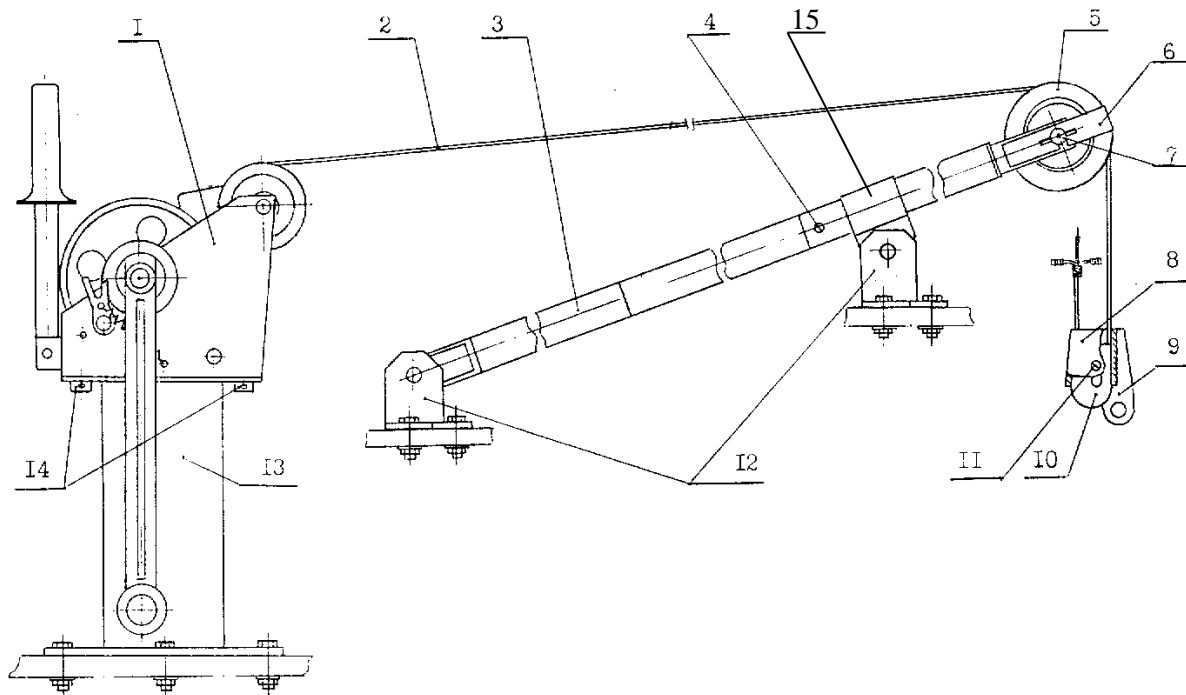

Рис. 5.1
5.1 Лебёдка (рисунок 5.1) состоит из вьюшки 1, двух стоек 13 и стрелы 3. Стойки являются неподвижной основой вьюшки и крепятся к ней болтами 14. На барабан вьюшки намотан стальной канат 2 с токопроводящей жилой, свободный конец которого переброшен через вращающийся ролик 5 стрелы. На конце каната закреплен карабин 8, к серьге 9 которого подвешиваются гидрологические приборы. Стрела устанавливается по месту с помощью двух опор 12 и обоймы 15.
5.5 Стрела лебедки (см. рисунок 5.1) выполнена разборной и состоит из двух секций, соединяемых между собой винтами с конусообразной головкой 4, входящих в комплект стрелы. Для предохранения от самопроизвольного сбрасывания каната с ролика стрелы имеется откидывающаяся скоба 6. Ее положение фиксируется барашком 7.
8.2. Подвесить на серьгу карабина (см. рисунок 5.1) опускаемый гидрологический прибор. Подключить к сигнальному контакту прибора токопроводящую жилу каната лебёдки. Заизолировать при необходимости место контакта.